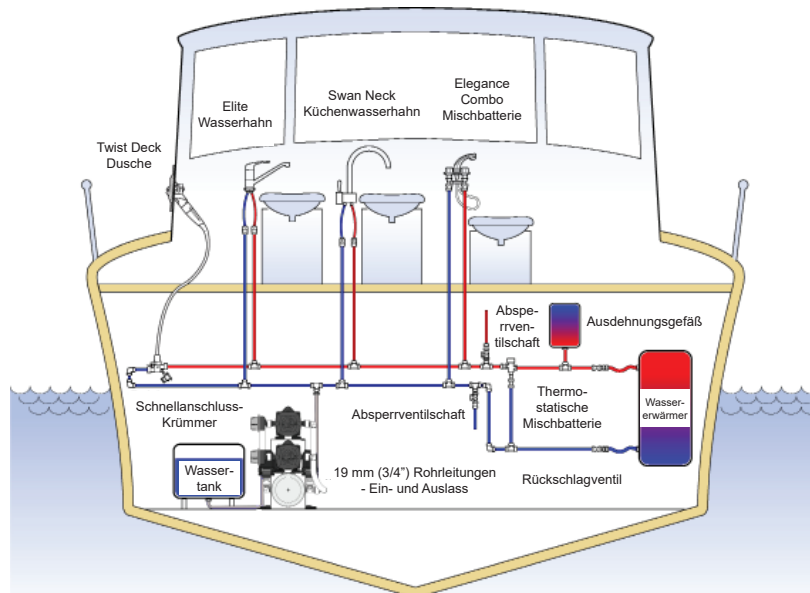

Abbildung 2 Typische Installation im Schiffahrtssystem (Abbildung nur zu Orientierungszwecken)
- Abb. 2 Typische Bootsinstallation
Die Hochleistungsfähige Frischwasseranlage wurde für den Einsatz in Freizeitschiffen entwickelt, die typische Installation ist in Abbildung 2 dargestellt.